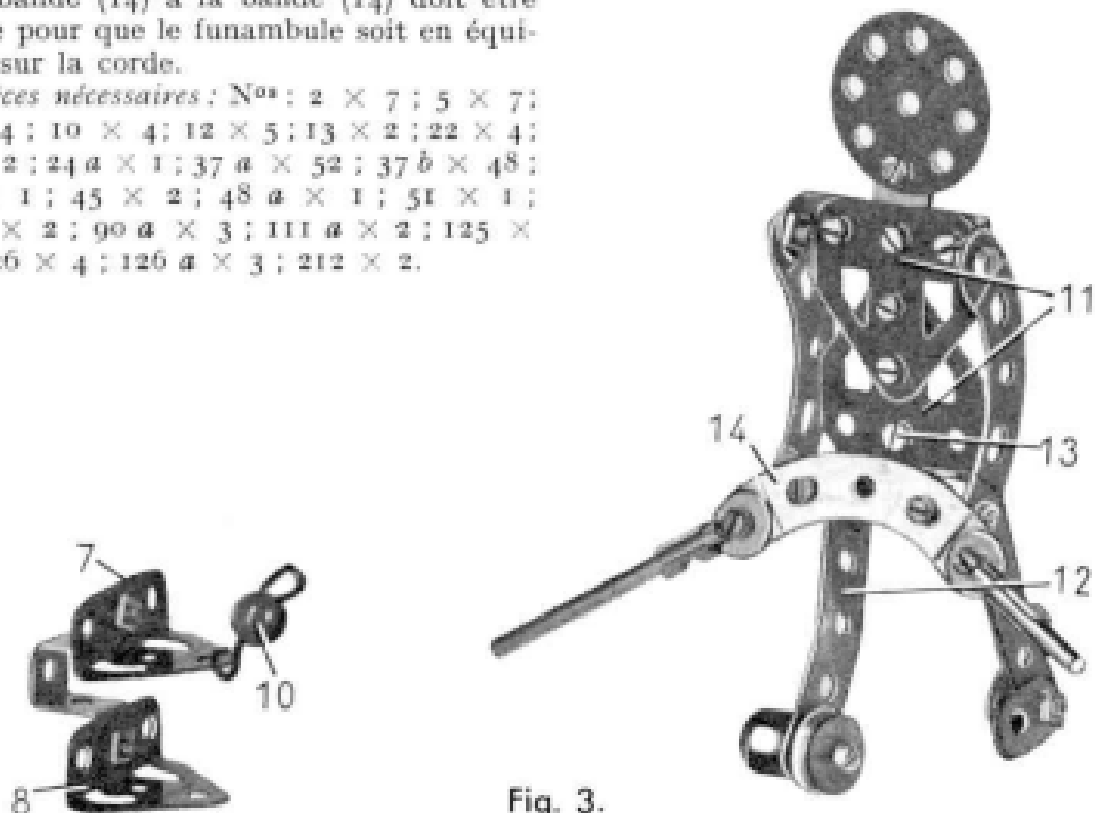

Fig. 3.
Chaque crampon de fixation (fig. 3) est formé de 2 embases triangulées coudées (7) et (8) réunies par un cavalier. Une corde (9) est passée dans les trous supérieurs des montants (4) du grand pylône et dans le trou central de l'embase triangulée (2) du petit pylône. Une rondelle est fixée sur la corde à hauteur de chaque pylône, côté intérieur. La longueur de corde comprise entre les 2 rondelles, c'est-à-dire entre les 2 pylônes, est calculée en fonction de la dimension de la table sur laquelle on veut monter le modèle.
Le funambule (fig. 3) est formé de 2 embases triangulées plates (11). La tête est un disque de 35 mm. tenu par un support plat. Les jambes sont des bandes de 5 trous (12) munies chacune d'une équerre renversée. Les 2 équerres renversées sont fixées au corps par une équerre tenue par le boulon (13). Chaque bande (12) porte à son extrémité inférieure une poulie folle de 12 mm. tenue par un boulon de 12 mm. et 2 écrous. Le boulon tient aussi un support plat représentant le pied. Les bandes (12) doivent être gauchies pour que les 2 poulies se trouvent dans l'axe l'une de l'autre.